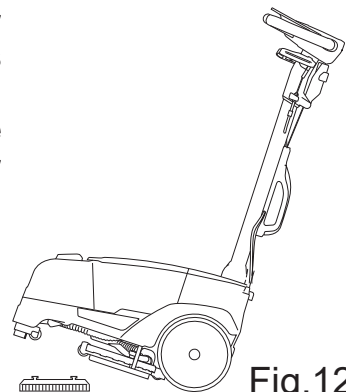

Fig.12
- Använd skaftet för att lyfta framdelen på maskinen, placera maskinens borstskydd över borsten och sänk sedan maskinen (bild 12).
- Med hjälp av skaftet, lyft maskinens frandel och rör snabbt på borstarnas (bild 12).